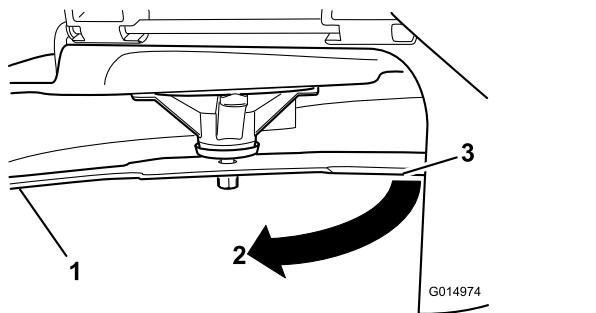

Bild 75
3. Zwischen Messer und Oberfläche gemessener Abstand (A)
4. Drehen Sie dasselbe Messer um 180 Grad, sodass die andere Schnittkante jetzt in derselben Stellung ist (Bild 75).